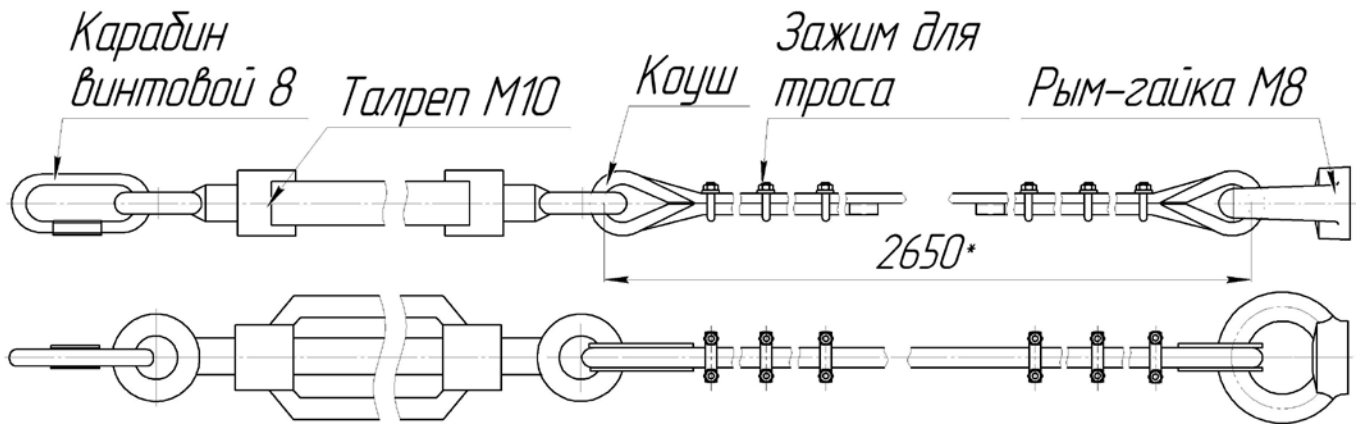

Рисунок 3 – Оттяжка
6.1.15 Размотать оттяжки (рисунок 3).